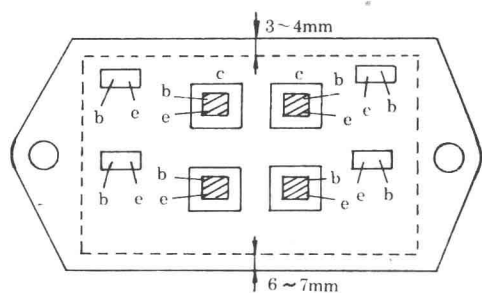

图 9
1. 如图 9 所示,用锋利刻刀沿虚线反复刻划,划透后用改锥撬去塑块,即露出 IC 内部电路。在中心位置可见 4 个 13×13mm²左右的功率管,两旁各有 2 个 2×6mm²左右的推动管。用万用表测量,找出损坏的功率管。